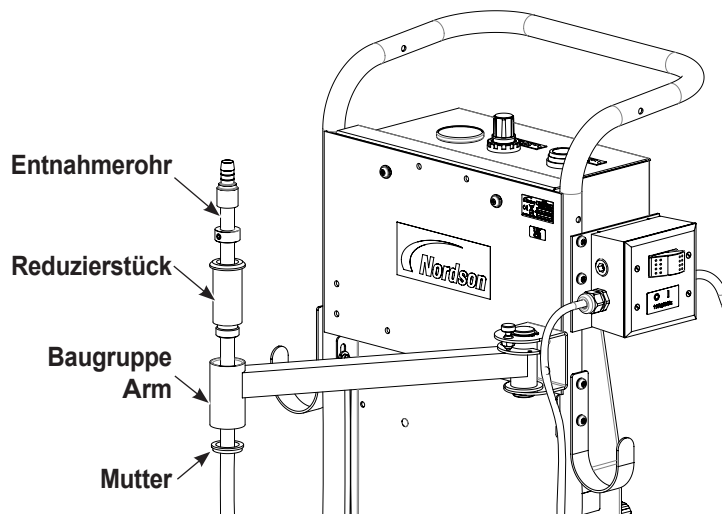

Abbildung 6 Entnahmerohr an der Baugruppe Arm installieren
7. Siehe Abbildung 6. Die Buchse an der Baugruppe Arm installieren und die Mutter handfest anziehen, um die Buchse zu sichern. Die Mutter dann mit einem Schraubenschlüssel eine Vierteldrehung anziehen.